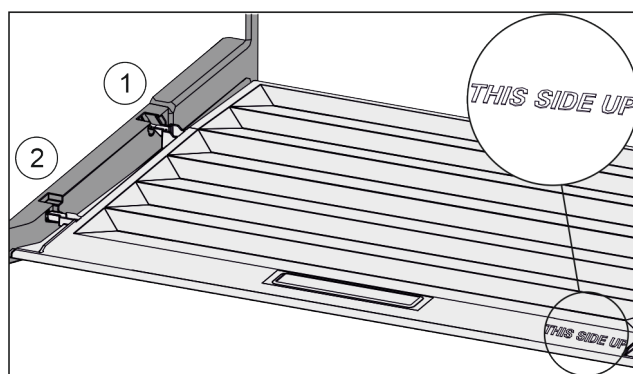

Fig. 148
- Výstupky víka zaved'te do zadních držáků Fig. 148 (1) a vpředu zaklesněte do držáku Fig. 148 (2).